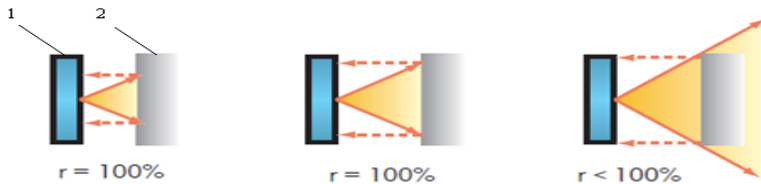

Рисунок 1
В наше время оптоволоконные датчики занимают значительное место в развитии оптических измерительных приборов. Оптоволоконные датчики, исходя из принципа кодирования измеряемой информации, можно условно разделить на группы: фазовые; со спектральным кодированием; амплитудные; туннельные; поляризационные. Волоконно-оптический датчик деформаций относится к амплитудным датчиков, которые предназначены для контроля деформаций в элементах строительных конструкций, находящихся в условиях воздействия сильных электромагнитных полей, повышенной пожарно-и взрывоопасности, радиации и т.д. В основе действия ВОД деформаций лежит зависимость коэффициента отражения света в сенсорном элементе от величины деформаций строительных конструкций. Оптическая схема сенсорного элемента содержит (см. рис. 1) участок световоды, устройство для передачи и приема излучения (1), и зеркало (2), расположенное на определенном расстоянии от торца световоды.